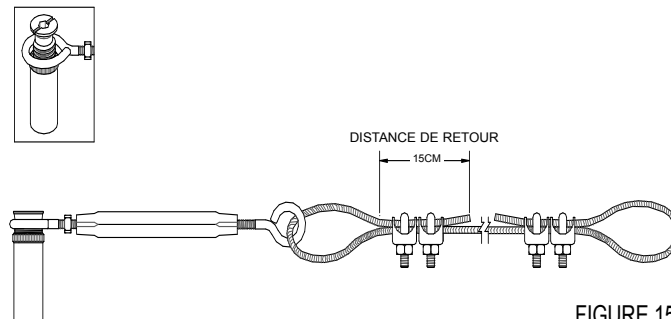

FIGURE 15
**4ème étape :** Passer le câble au travers de l'œil restant du ridoir. Faites une boucle avec une distance de retour de 15cm et installer 2 boulons en U pour attacher le câble (voir figure 15).